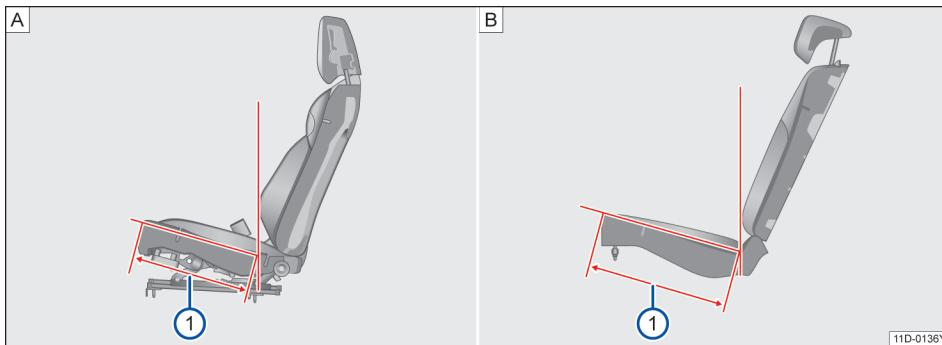

图 63 座椅坐垫深
=377.5mm→图 63[A]①
=353.7mm→图 63[B]①